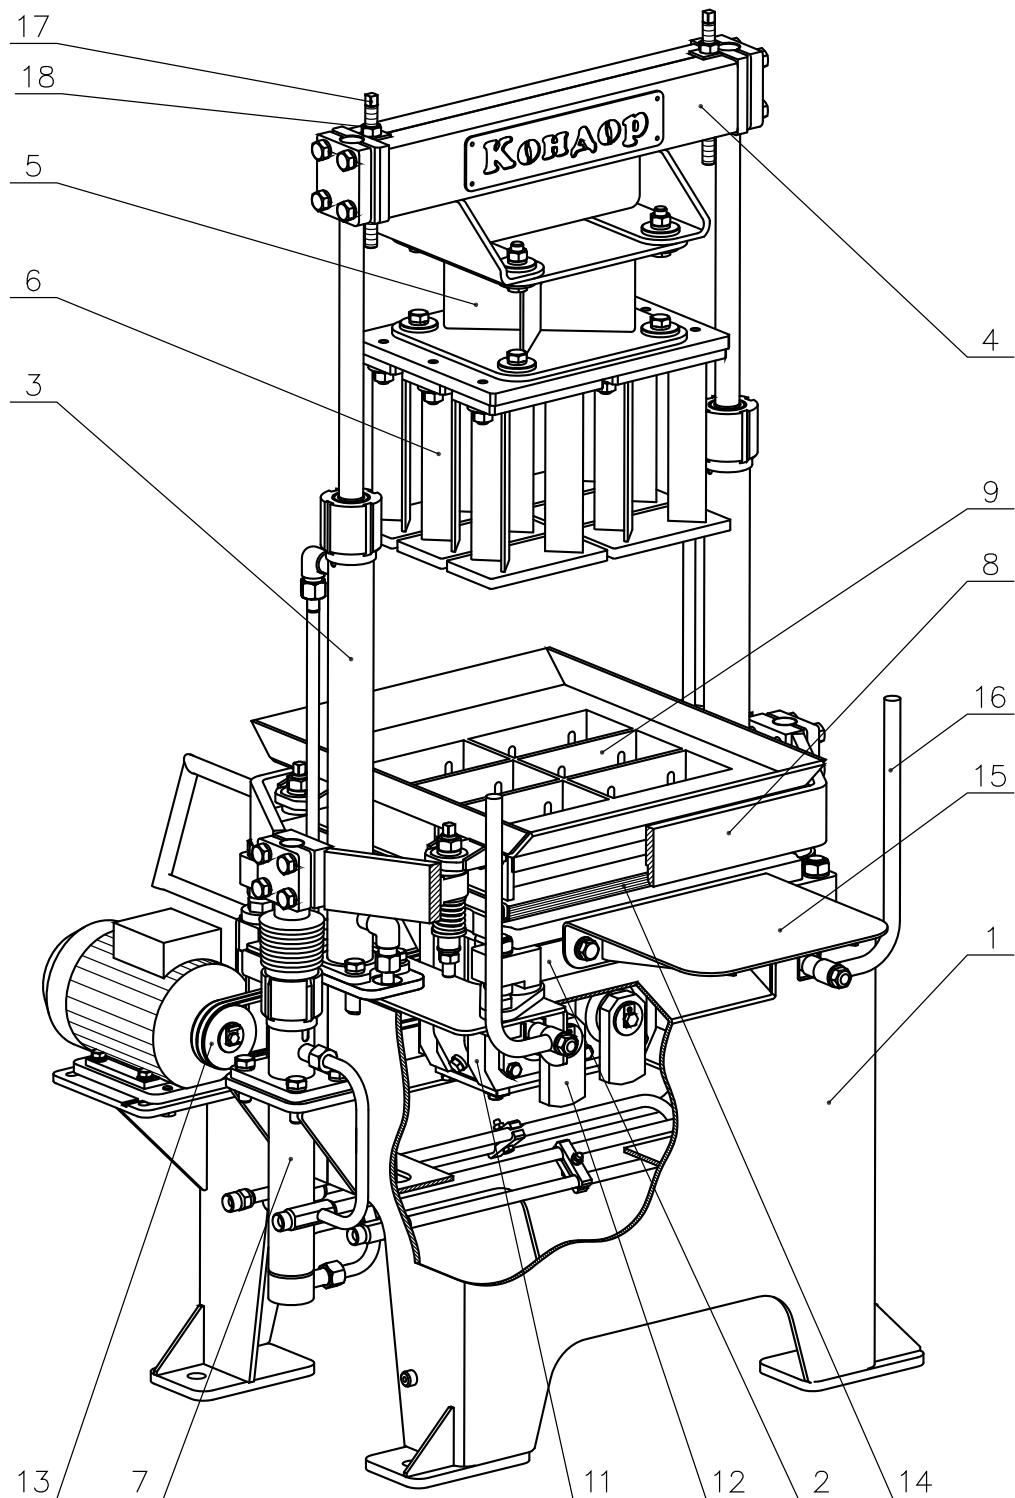
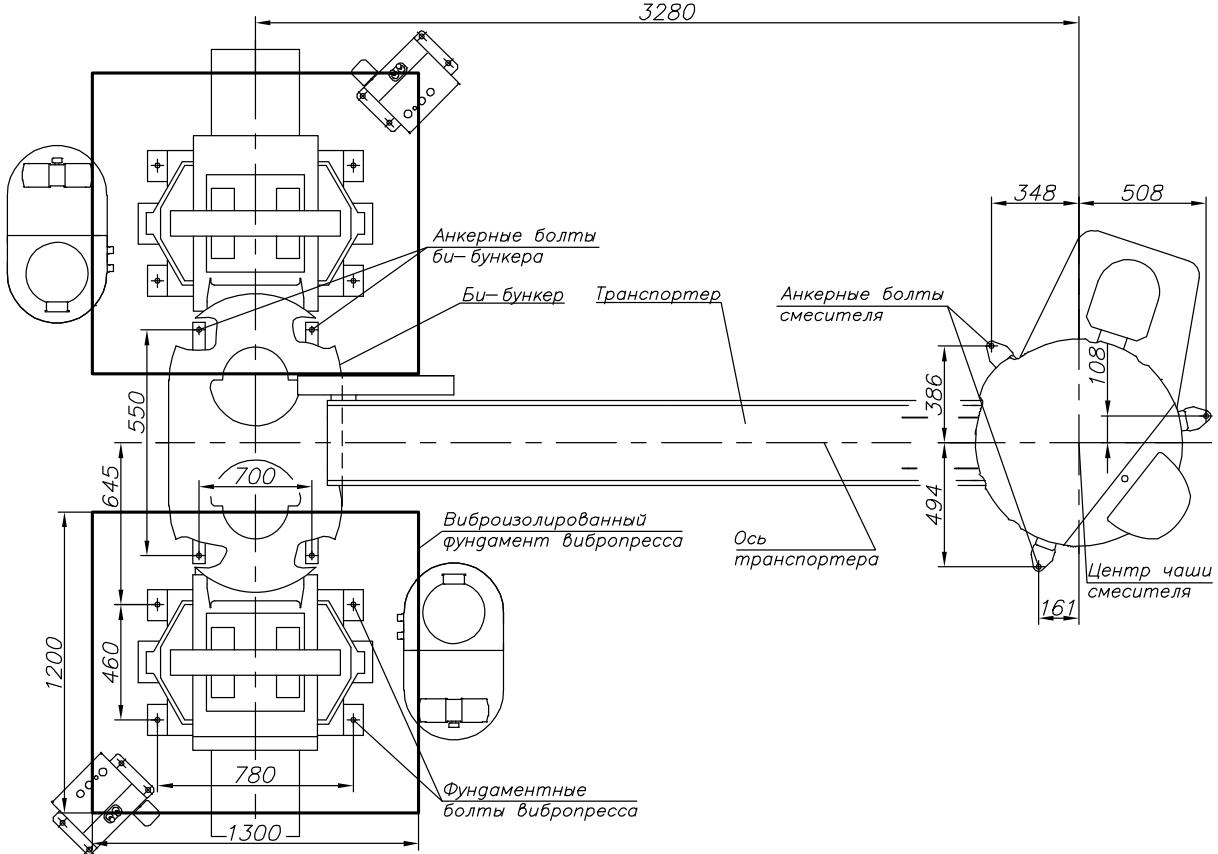
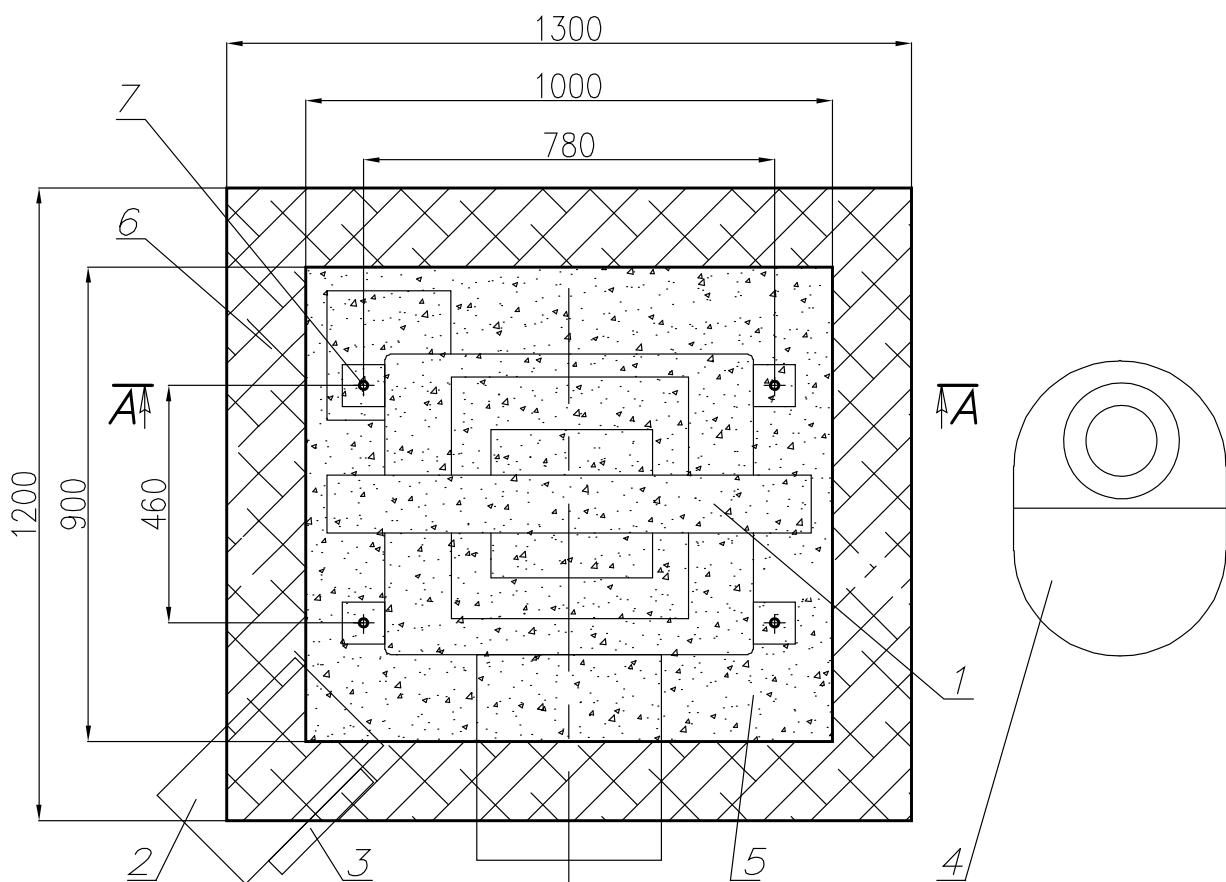

Рис.2. Вибропресс.
Рис. 15. Схема установки вибропрессов, бункера и смесителя.
Рис. 17. План фундамента вибропресса.
3.1. Установка монтируется на виброизолированных фундаментах в соответствии со схемой приведенной на рис. 15, 16. План фундамента вибропресса и координаты фундаментных болтов показаны на рис. 17.
3.2. Прежде, чем начать монтаж установки, необходимо выполнить виброизолированный фундамент по схеме приведенной на рис. 15, 16, 17, 18. Работать на вибропрессе можно только после того, как фундамент наберет 100% прочности (28 дней при температуре 20 °C и 100% влажности).
3.3. Установить вибропрессы на рабочие места, рис. 15,(16),17,18 и выровнять их в горизонтальной плоскости. Негоризонтальность не более 1 мм контролировать на рамке матрицы 8 (рис. 2) по углам установки поддона. Выравнивание производить установкой металлических подкладок толщиной 0,5...1 мм под лапы станины.
3.4. По центру, между двумя вибропрессами, рис. 15 (16) установить бункер так, чтобы оси симметрии лотков совпали с осями симметрии вибропрессов.
- установить поддон 14 (рис. 2) на опору поддона вибростола пресса. Поддон устанавливается между двумя боковыми направляющими до упора;
- рукояткой 12 (на себя) опустить пуансон на смесь в матрице и, удерживая рукоятку на себя, нажать на педаль 3 включения виброблока. В процессе вибрации и опускания пуансона на смесь происходит уплотнение смеси. Процесс вибропрессования должен длиться до соприкосновения упоров, два регулируемых упора, установленные на балке 4 (рис. 2), с верхней частью цилиндров пуансона и, как правило, должен составлять 4÷10 сек. Момент касания упоров с цилиндрами оператор контролирует визуально, после чего отпускает рукоятку 12 (рис. 3) в нейтральное положение и снимает ногу с педали 3.
- выталкивателем 16 (рис. 2) за рукоятки вытянуть поддон с изделием со стола на полку 15;